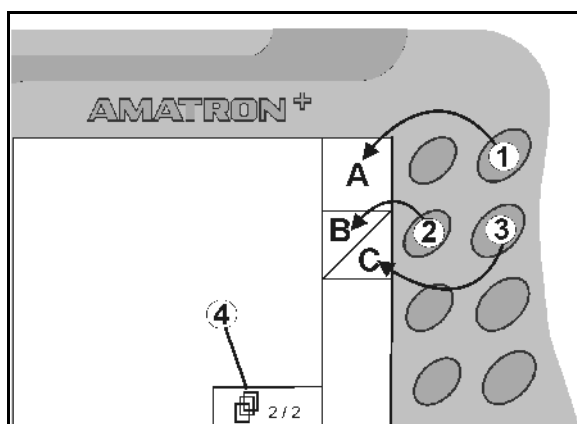

Рис. 8
- Для отображаемых на дисплее квадратных полей назначена только правая кнопка (Рис. 8/1) функционального поля (Рис. 8/A).
- левая кнопка (Рис. 8/2) относится к верхней левой части функционального поля (Рис. 8/B).
- правая кнопка (Рис. 8/3) относится к нижней правой части функционального поля (Рис. 8/C).
<ul style="list-style-type: none"> <li>• Переход к следующим пунктам данного меню (возможен только при появлении на дисплее символа (Рис. 8/4)).</li> <li>• Вызов меню «Справка» возможен только из главного меню (см. стр. 17).</li> </ul>